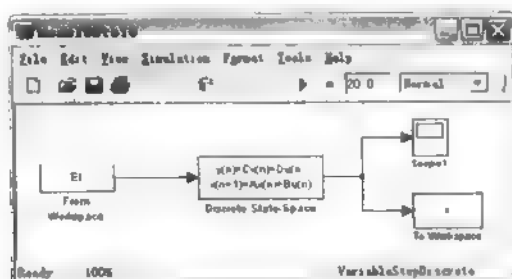

图 9.21 离散系统 Simulink 模型
- (2) 首先建立 Simulink 模型。建立的模型如图 9.21 所示, 保存文件名为 `model09to10.mdl`。